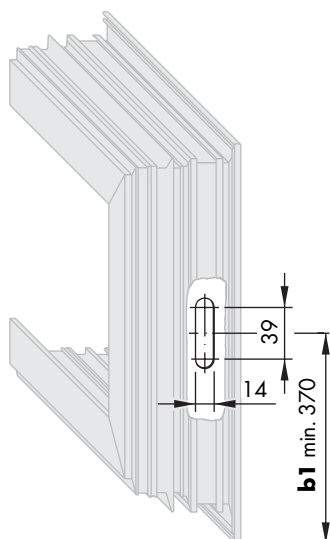

Bild 2
- D** Getriebe LM (**21**) in vorgesehene Ausfräsung (Bild 2) einsetzen und kuppeln (b 1250 - 2200) Kupplungsstück (**20**) einsetzen. Getriebe LM (**21**) durch 45°-Drehung der Drehkralle arretieren und mit Gewindestiften befestigen (Drehmoment  $1,5 \pm 0,25$  Nm).